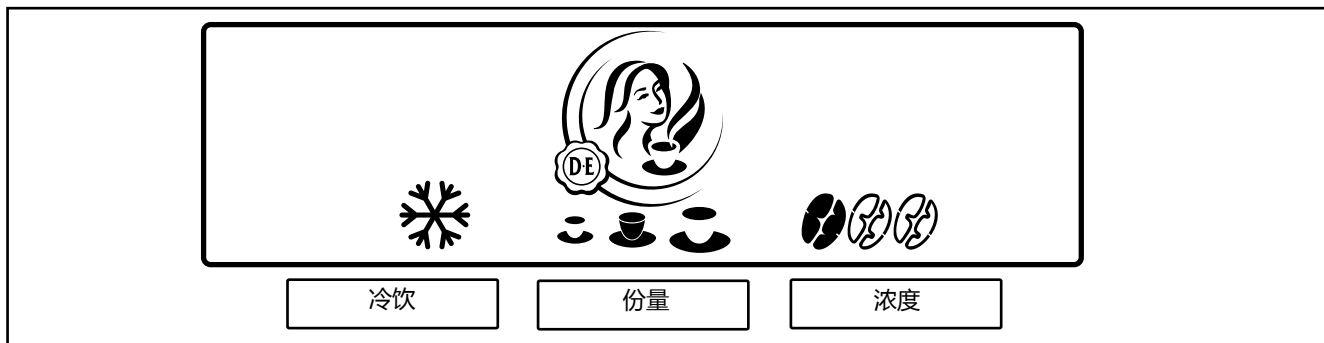

图 15
本机拥有预选功能。在安装时技术服务人员也许激活了这些预选方式。在选择预选按键时，显示器显示以下预选功能（图 15）：
2. 按压“冷饮”预选键，以激活该预选功能。冷饮标志显示。（图 15）
2. 按压“份量”预选键，以激活该预选功能。三个杯子标志（小 - 中 - 大）即显示。（图 15）